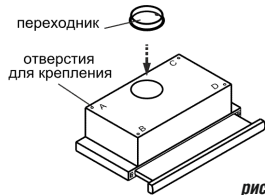
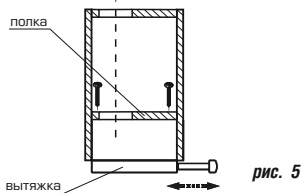

рис. 4
рис. 5
6.1 Установите пластиковый переходник и зафиксируйте его защелками (рис. 4).
6.3 Крепление кухонной вытяжки к верхней полке над плитой (рис. 4, рис. 5):
- вырежьте дополнительное отверстие в полке шкафа (рис. 5) для воздуховода при работе в режиме «вытяжки» и для свободного прохождения воздуха при работе в режиме «рециркуляции»;
- снимите алюминиевый фильтр (рис. 4);